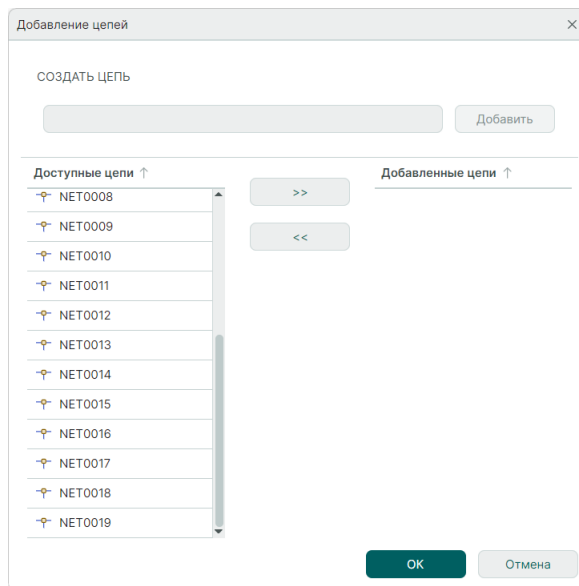

Рис. 173 Окно «Добавление цепей»
3. Нажмите кнопку «Добавление цепей» , после чего на экране отобразится окно «Добавление цепей», см. Рис. 173.